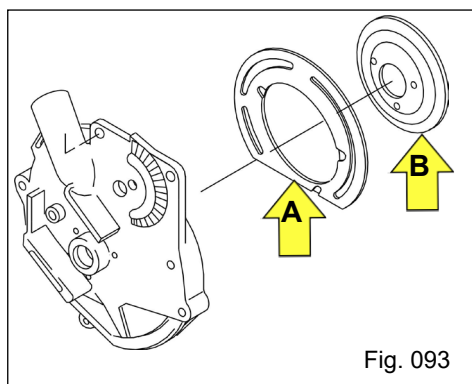

Fig. 093
- **Corpo** (Fig. 093): que por sua vez é composto de Inserto de apoio do disco e prato de fixação do inserto.